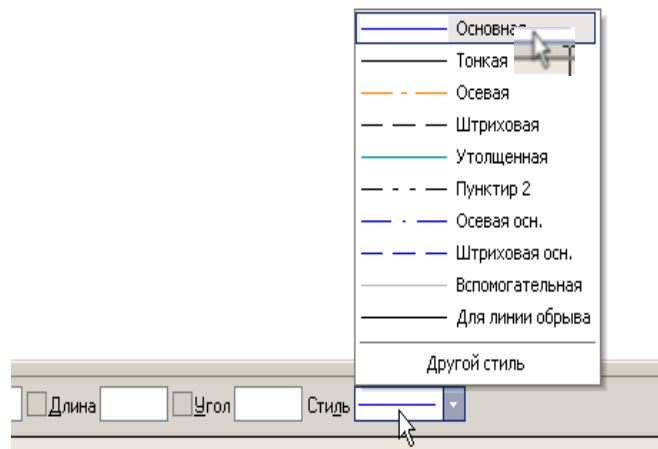
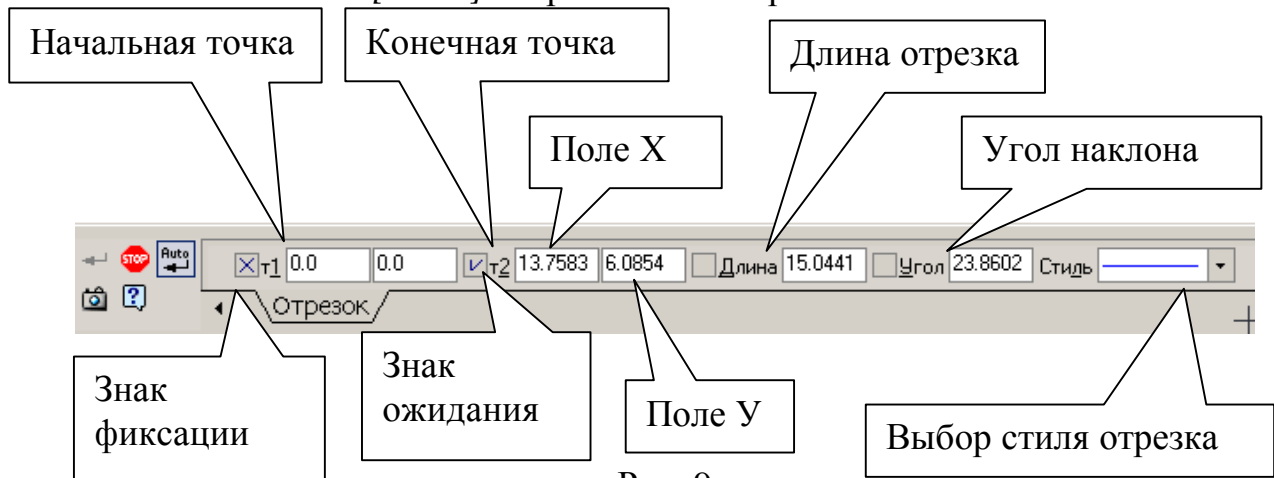
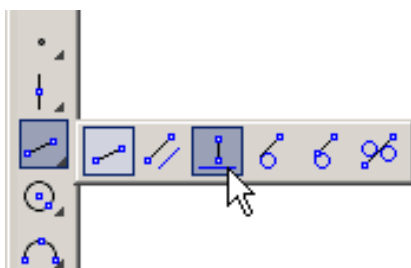

Рис. 8
Рис. 9
Рис. 10
Убедитесь, что кнопка **Автосоздание** включена на панели специального управления, рис. 4. Параметры отрезка при его создании и редактировании отображаются в отдельных полях **Строки параметров** (рис. 9): два поля координат **X** и **Y** начальной (**t1**) и конечной (**t2**) точек, поле длины отрезка, поле его угла наклона, поле стиля отрезка.
1. Выполните построение отрезка  $AB$ , заданного координатами концов отрезка. Для этого подведите курсор к началу координат (координаты точки  $A$  (0, 0)) и зафиксируйте положение точки  $A$  нажатием левой кнопки мыши. Начальная точка (рис. 9) будет построена. Убедитесь, что стилем прямой является «Основная линия». Выбор стиля прямой показан на рис. 8.
Для фиксации точки  $B(30, 50)$  активизируйте поле **X** точки 2 (конечная точка, рис. 9) двумя щелчками левой кнопкой мыши (можно с помощью горячих клавиш:  $[Alt]+[2]$ ), введите значение «30». С помощью клавиши  $[Tab]$  активизируйте поле **Y**, введите значение «50» и завершите ввод данных нажатием клавиши  $[Enter]$ . Отрезок  $AB$  построен.
2. Постройте отрезок  $CD$  по координатам начальной и конечной точек, выбрав стиль отрезка «Штриховая», рис. 8.
Для фиксации точки  $C(30, 0)$  активизируйте поле **X** точки 1 (начальная точка, рис. 9) двумя щелчками левой кнопкой мыши (можно с помощью горячих клавиш:  $[Alt]+[1]$ ), введите значение «30». С помощью клавиши  $[Tab]$  активизируйте поле **Y**, введите значение «0» и завершите ввод данных нажатием клавиши  $[Enter]$ . Для фиксации точки  $D(0, 50)$  активизируйте поле **X** точки 2 (конечная точка, рис. 9) двумя щелчками левой кнопкой мыши, введите значение «0». С помощью клавиши  $[Tab]$  активизируйте поле **Y**, введите значение «50» и завершите ввод данных нажатием клавиши  $[Enter]$ . Отрезок  $CD$  построен.
3. Для построения отрезка  $DK$  выберите стиль отрезка «Тонкая» (рис. 8) и активизируйте команду **Перпендикулярный отрезок** на панели расширенных команд, рис. 10.